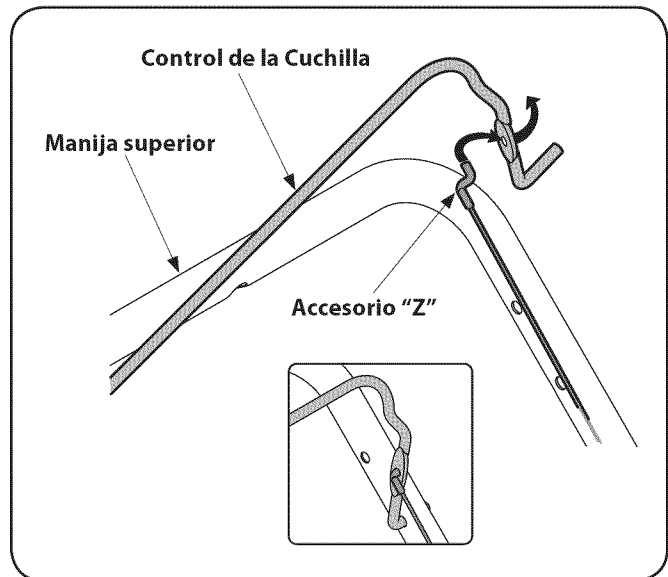

Figura 3-6
1. Para facilitar el acoplamiento del accesorio Z, quite temporariamente el lado izquierdo del control de la cuchilla como se muestra en la Figura 3-6.